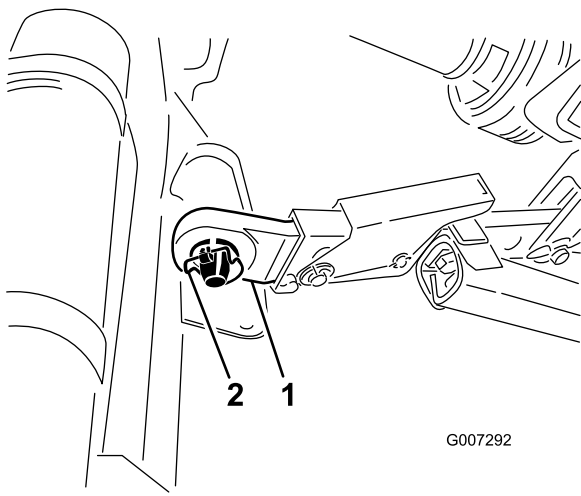

図 4
5. ヒッチピンに左右の下リンク・アームを挿入する（図 4）。
ヒッチ・ピンに固定する (図 4)。